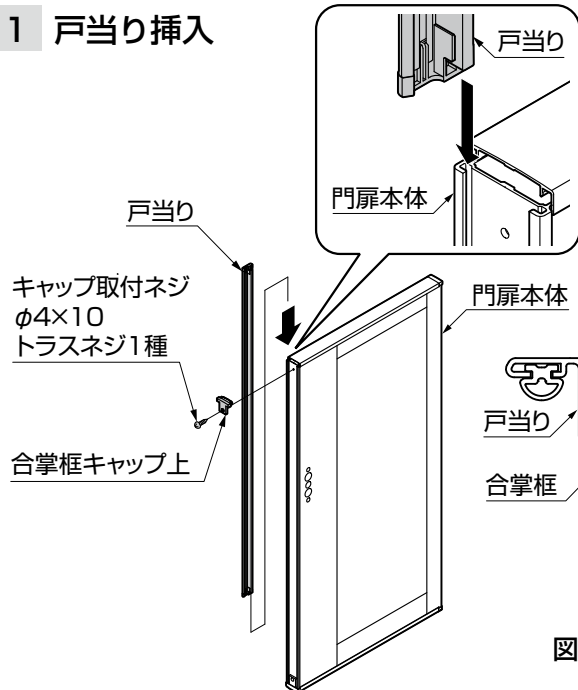
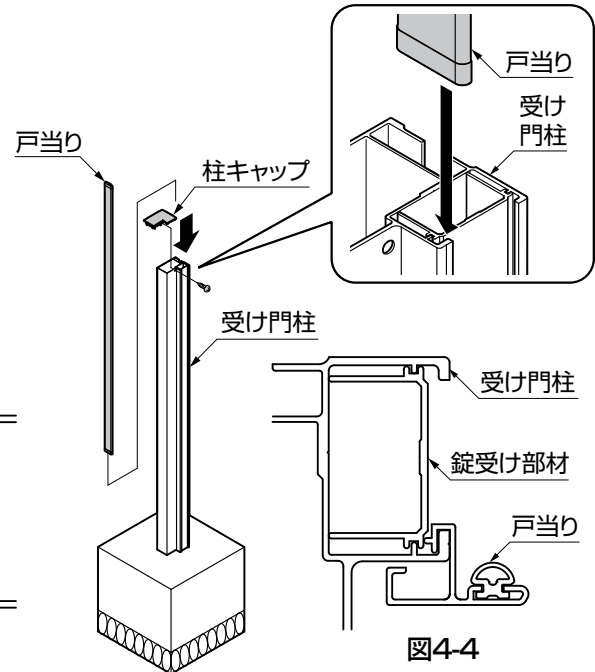

図4-1 合掌框につける場合
図4-2 受け門柱につける場合
- ①合掌框キャップ上または、柱キャップを取外してください。(図4-1、図4-2参照)
- ③合掌框キャップ上または、柱キャップを取付けてください。(図4-1、図4-2参照)